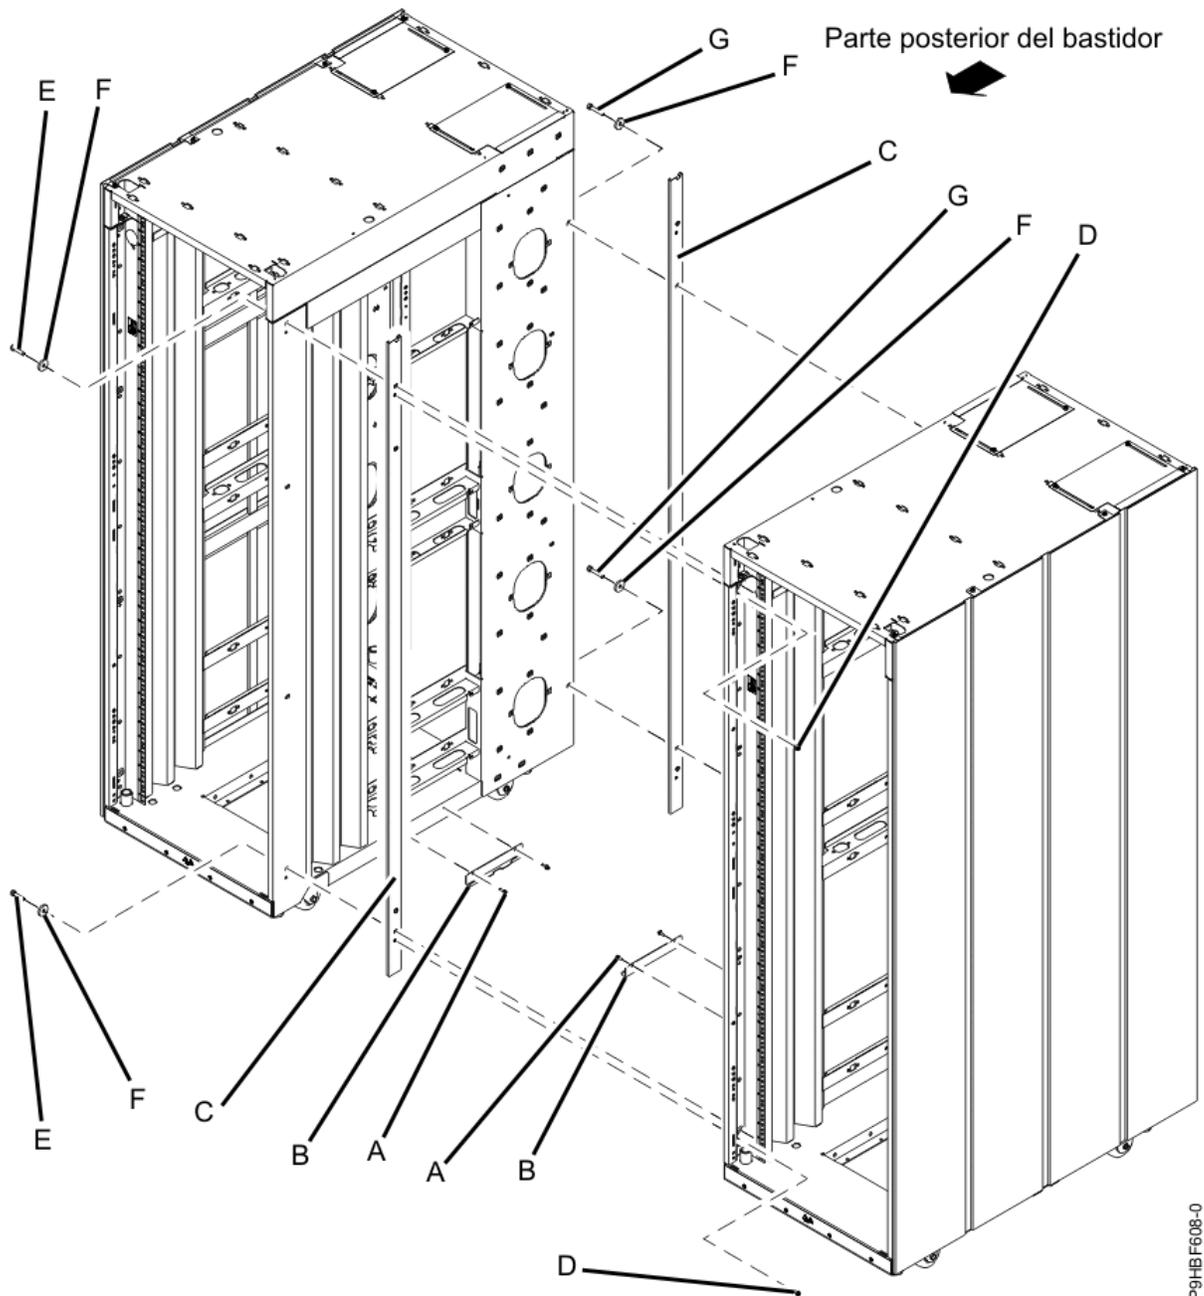

Figura 79. Extracción de los paneles laterales, la pieza de sujeción y los empalmes para conectar varios bastidores
4. Utilice dos tornillos (**D**) para instalar la pieza de sujeción espaciadora (**C, en la parte frontal**). Alinee y coloque la pieza de sujeción espaciadora posterior (**C**), tal como se muestra en Figura 79 en la página 118.
7. Coloque un tornillo (**E/G**) y una arandela (**F**), tal como se muestra en Figura 79 en la página 118, en las cuatro posiciones pero no los apriete.